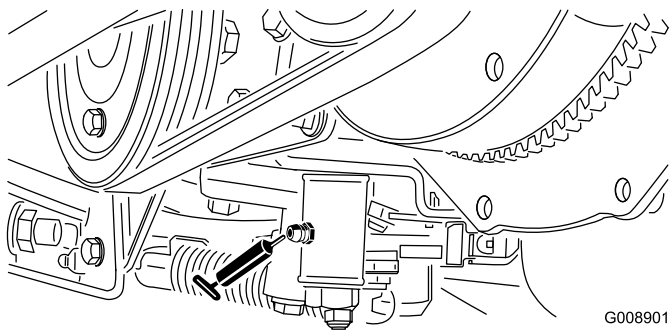

Figura 57
- Meccanismo di regolazione della folle (Figura 57)